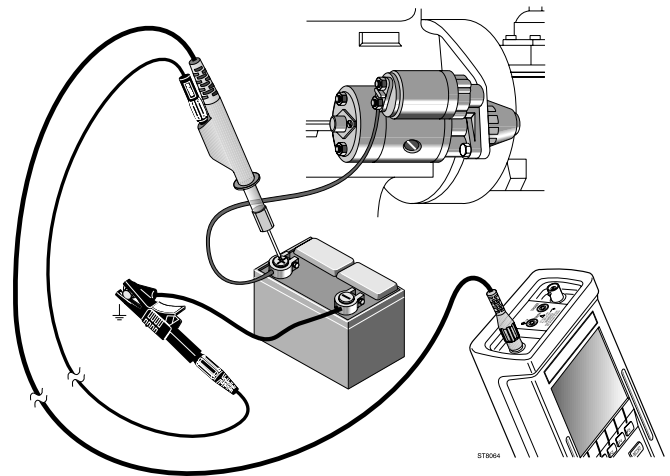

Bild 73, Testen des Zustands der Batterie
3. Lesen Sie die Anzeige mit den Hilfe-Informationen und Anweisungen zum Anschluß, bevor Sie den Test starten. Sehen Sie die Meßanordnung in Bild 73.